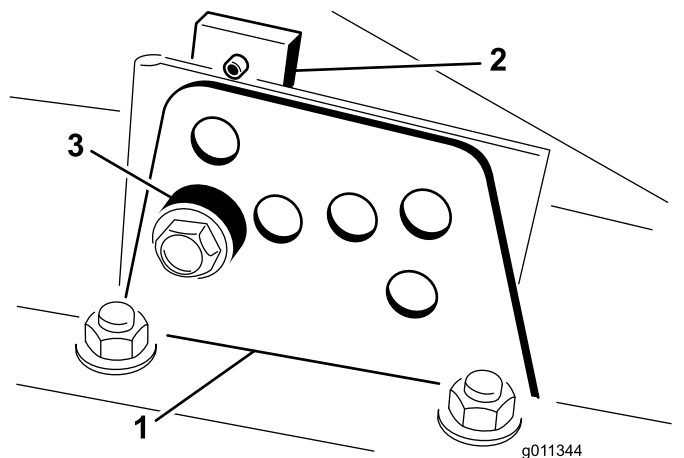

図 7
2. 各刈り高ブラケットを刈り高プレート前と右と左に固定しているボルトをゆるめる図 7。
4. チェンバを支えておきながらスペーサを取り外す図 7。